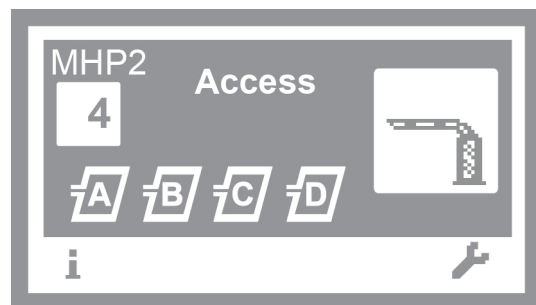

Abb. 1: Beispiel "Betriebsansicht"
12. Linke Taste  so oft drücken, bis die Betriebsansicht angezeigt wird. → Siehe Seite 23, Abb. 1.